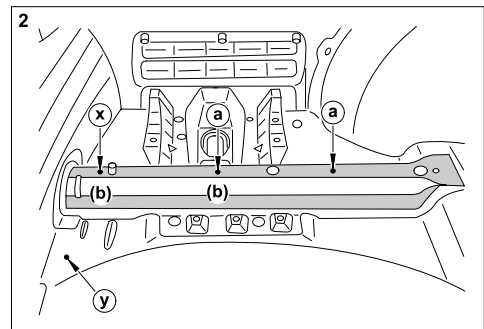

Figura 2: Fori nel bagagliaio, lato sinistro
- 5.) Sul fondo del bagagliaio, tra il longherone di sinistra e l'alloggiamento per la ruota di scorta, eseguire nel centro un foro di diametro adeguato all'isolatore passante per i cavi ("y"); v. figura 2.